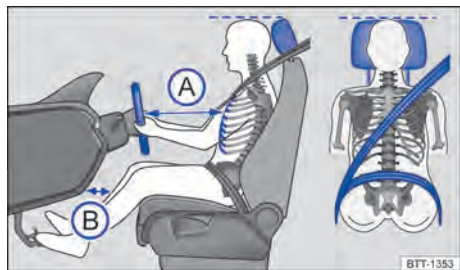

Fig. 29 Representación esquemática: distancia correcta entre el conductor y el volante, colocación correcta
- Ajuste el apoyacabezas de modo que el borde superior del mismo quede a la altura de la parte superior de la cabeza, pero nunca por debajo de los ojos. Mantenga siempre la parte trasera de la cabeza lo más cerca posible del apoyacabezas → fig. 29.
- Ajuste el volante de modo que quede a una distancia de, por lo menos, 25 cm (aprox. 10 pulgadas) del esternón → fig. 29 (A) y lo pueda sujetar con ambas manos por los lados, por la parte exterior, con los brazos ligeramente flexionados.
- Ajuste el asiento de forma que pueda pisar a fondo los pedales con las rodillas ligeramente flexionadas y que quede una distancia entre la zona de las rodillas y el tablero de instrumentos de 10 cm (aprox. 4 pulgadas) como mínimo → fig. 29 (B).